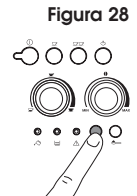

Figura 28
- Pulse y mantenga pulsado el botón al menos durante 5 segundos (Figura 28). El botón se iluminará para indicar que inicia el proceso de descalcificación (las luces y permanecen apagadas para indicar que no se puede hacer ningún espresso/café).